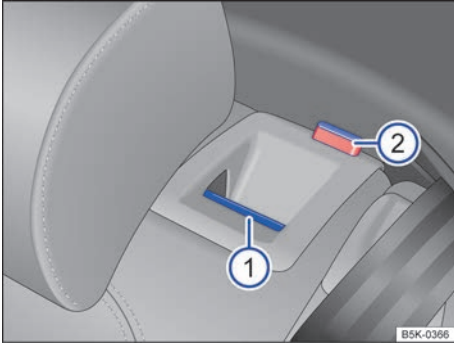

Fig. 82 En el respaldo del asiento trasero: tecla de desbloqueo ①; marca roja ②.
- Tire de la tecla de desbloqueo → fig. 82 ① hacia delante y, al mismo tiempo, abata el respaldo hacia delante.
- La parte en cuestión del respaldo está desbloqueada cuando se ve la marca roja ②.